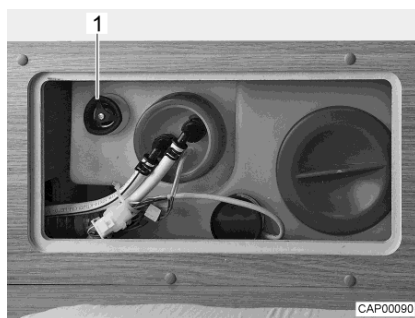

Fig. 118 Depósito de agua con tirador giratorio
- Girar el tirador giratorio (Fig. 118,1) sobre el depósito de agua en sentido de las agujas del reloj, hasta el tope.
- Girar el tirador giratorio (Fig. 118,1) sobre el depósito de agua en sentido contrario a las agujas del reloj, hasta sentir resistencia. El agua se saldrá hasta aprox. 20 litros.